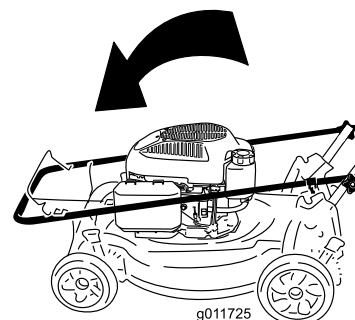

Рисунок 27
1. Ослабьте круглые рукоятки настолько, чтобы можно было свободно двигать верхнюю рукоятку (Рисунок 27).
2. Продвиньте рукоятку вперед, как показано на Рисунок 27.